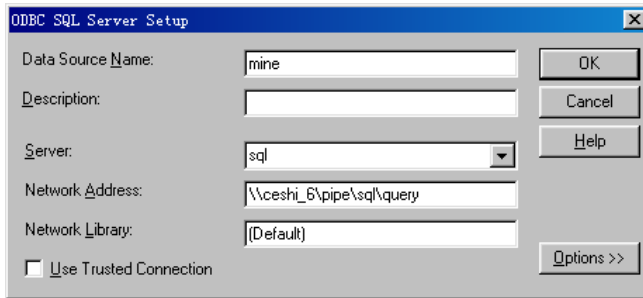

图 19.13 配置 SQL Server 数据库
2. 在 Data Source Name 栏填写数据源名称。在 Server 栏填写数据库 Server 名称。在网络地址中, 填写 SQL Server 的访问地址。单击 Option>>, 在数据库名称栏中填写数据库名称, 如图 19.13 所示。